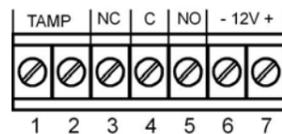

Fig. 4 Morsettiera I Terminal block I Bloque de terminals I Plaque à bornes
8. Connect wire to terminal block. (Fig. 4)
Terminal block connections (Fig. 4)
8. Conectar los alambres en los bloques de terminales. (Fig. 4)
Conexiones del bloque de terminales (Fig. 4)
8. Reliez le fil au bloc terminal. (Fig. 4)
Connexions de la plaque à bornes (Fig. 4)